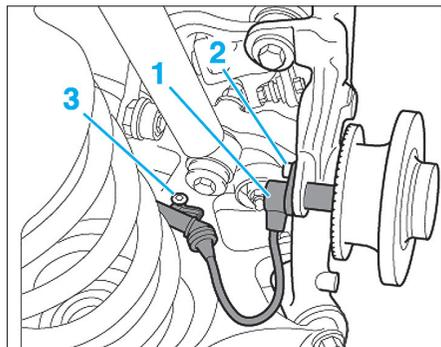

Fig. 14
- Dévisser la vis de fixation (2) du capteur (1) et l'extraire (Fig.14).